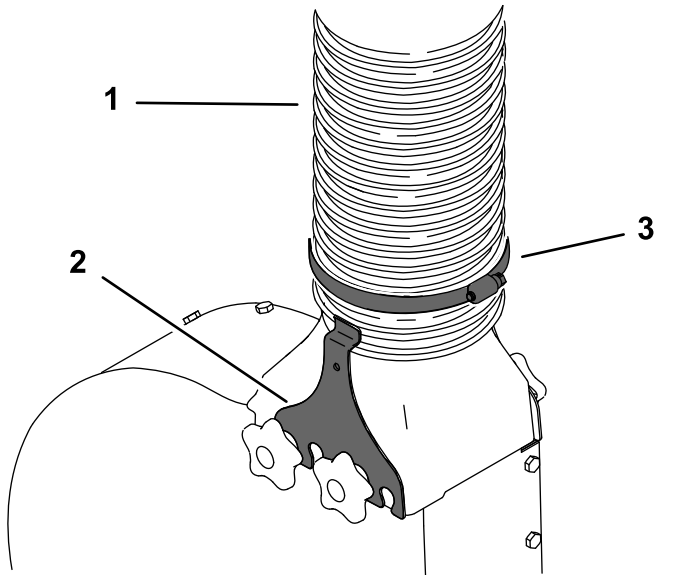

Bild 1
1. Lösen Sie die Schlauchklemme und die Gebläseklemmen und entfernen Sie den Schlauch von der Gebläsebaugruppe (Bild 1).